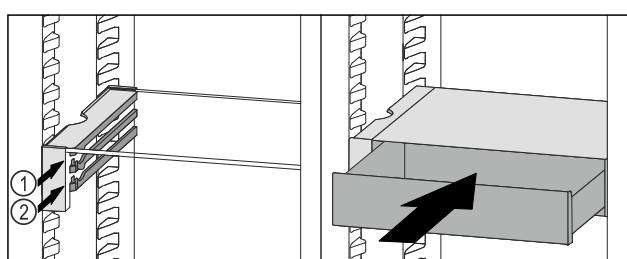

Fig. 140
- Zásuvku VarioSafe nasadte za zarážkami na požadovanom rebre Fig. 140 (1) alebo Fig. 140 (2).